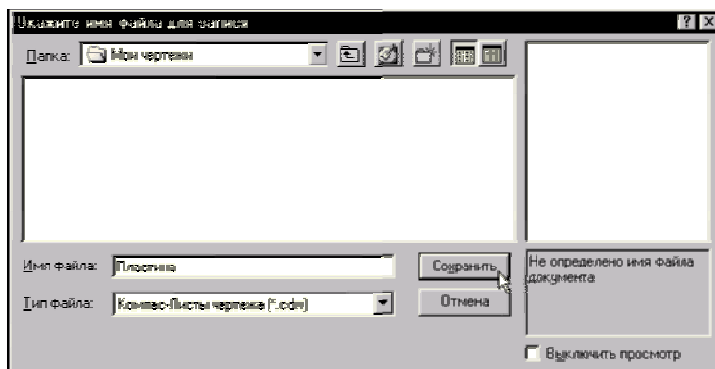

Рис. 1.8.
6. В полі **Ім'я файлу** введіть ім'я документа **Пластина** и клацніть на кнопці **Зберегти** (рис. 1.8).